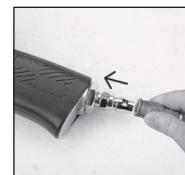

Abbildung 2
- Schließen Sie den Luftzufuhrschauch an den Stecker an. Stellen Sie den Luftdruck auf 90 PSI ein (siehe Abbildung 2).